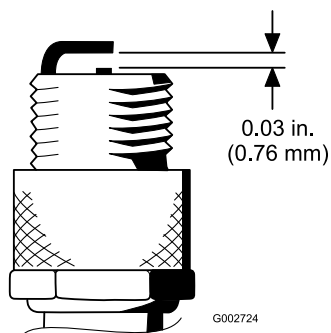

Figure 19
4. Réglez l'écartement entre les électrodes centrale et latérale à 0,76 mm (Figure 19). La bougie installée, avec son joint d'étanchéité, doit avoir l'écartement correct et être serrée à 23 Nm. À défaut de clé dynamométrique, serrez fermement la bougie.